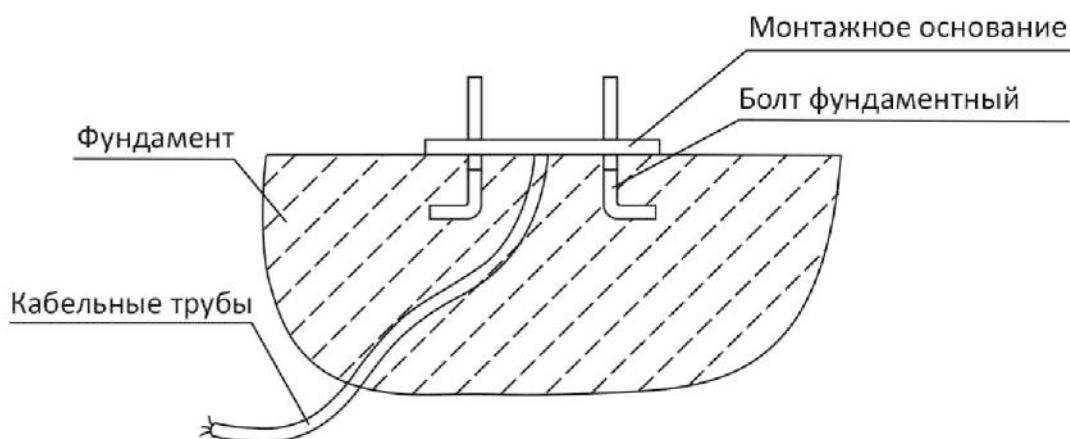

Рис. 4. Схема установки монтажного основания.
- Закрепить на монтажном основании болты фундаментные (см. Рис.4) с помощью гаек. Верхняя часть болта должна выходить из основания на достаточное расстояние для установки привода.